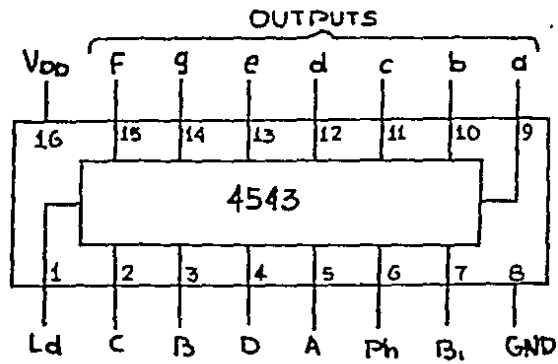
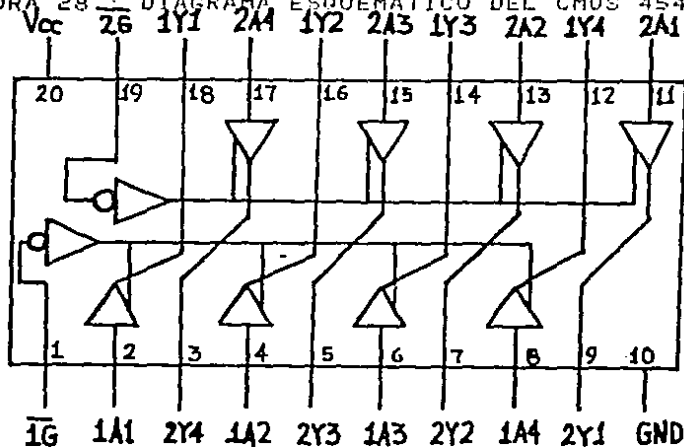
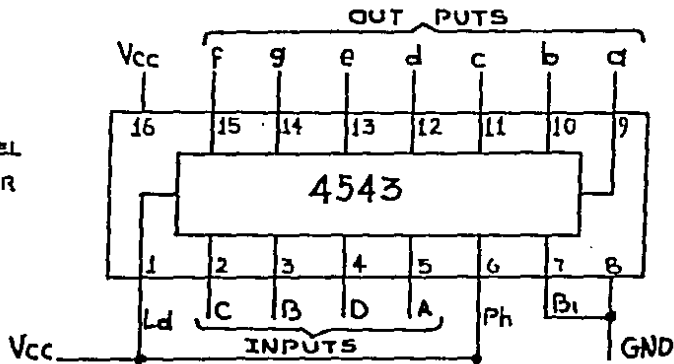

FIGURA 28 : DIAGRAMA ESQUEMATICO DEL CMOS 4543.
FIGURA 29 : DIAGRAMA ESQUEMATICO DEL 74LS244.
FIGURA 30 : CONEXION DEL 4543 PARA ANODO COMUN.
AL IGUAL QUE EL DISEÑO DE LOS MARCADORES DE PUNTOS EMPLEAREMOS EN EL CONTADOR DE FAULES EL MISMO TIPO DE DECODIFICADOR, NOS REFERIMOS AL CMOS 4543, DEBIDO A LA ENORME VERSATILIDAD QUE NOS PROPORCIONA, AL ELEGIR EL TIPO DE DISPLAY A EMPLEAR SERA CONDICIONADA LA ENTRADA DE FASE (PH) DEL INTEGRADO, DICHA ENTRADA LA LOCALIZAMOS EN LA PATA 6 DEL 4543, COMO NOSOTROS EMPLEAREMOS SEGMENTOS EN ANODO COMUN LA ENTRADA DE FASE (PH) DEBE SER DE UN ESTADO LOGICO ALTO, NO DEBEMOS OLVIDAR QUE ESTE TIPO DE DISPOSITIVOS DAN A LA SALIDA UNA SEÑAL POBRE, Y ESTO NOS OCASIONA UNA MALA VISUALIZACION EN LOS SEGMENTOS DE LOS DISPLAYS EMPLEADOS, PARA ESTO TAMBIEN EMPLEAREMOS LOS BUFFERS 74LS244, QUE SON DE SALIDAS TRI-ESTADO NO NEGADAS, Y CON ESTOS OBTENDREMOS UNA INTENSIDAD SUFICIENTE DE ILUMINACION EN LOS SEGMENTOS, PARA NO HACER REFERENCIA A CAPITULOS ANTERIORES, LA FIGURA 28, DA EL DIAGRAMA ESQUEMATICO DEL 4543, LA FIGURA 29, DA EL DEL 74LS244, Y COMO COMPLEMENTO LA FIGURA 30, NOS MUESTRA EL MODO EN QUE DEBEN DE ESTAR CONECTADOS LOS PINES (PATAS) DEL INTEGRADO 4543 PARA FUNCIONAR CON DISPLAYS DE ANODO COMUN Y TAMBIEN SE ESPECIFICAN LAS SALIDAS, LAS CUALES DEBERAN DE ESTAR CONECTADAS A LOS BUFFERS CORRESPONDIENTES PARA QUE NO TENGAMOS PROBLEMA ALGUNO CON LA INTENSIDAD DE LUZ EN LOS SEGMENTOS.